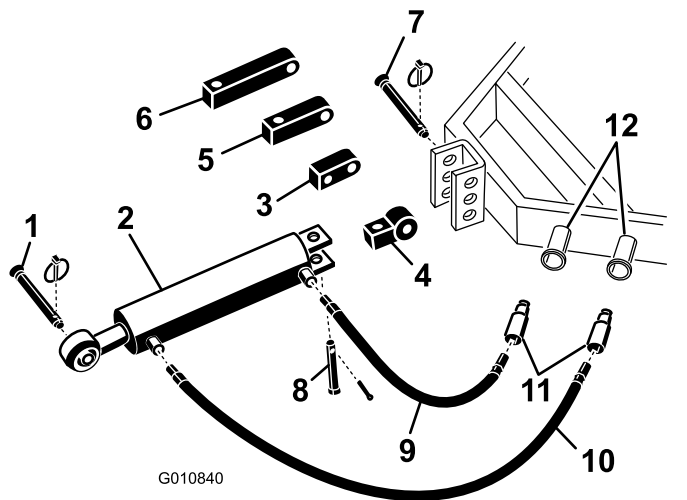

Bild 5
1. Befestigen Sie das Verbindungslenkerende des hydraulischen Oberlenkers mit den Stiften (wurden mit dem Traktor ausgeliefert) am Traktor (**Bild 5**). Drehen Sie den hydraulischen Oberlenker so, dass das Stangenende zum Aerifizierer zeigt. Die Zylinderanschlüsse sollten zur Hilfsaggregathydraulik am Traktor zeigen.
Hinweis: Wenn Sie den Hydraulikzylinder so positionieren müssen, dass die Anschlüsse nach oben zeigen, ändern Sie die Zylinderposition mit einem Drehblock statt des normalen Befestigungsblocks (**Bild 5**). Sie können auch ein 90-Grad-Hydraulikanschlussstück statt des Drehblocks verwenden (Befestigungen werden nicht mitgeliefert).
- A. Entfernen Sie den Splint und Stift, mit denen der Standardverbindungslenker am Zylinder befestigt ist (**Bild 5**). Nehmen Sie den Verbindungslenker vom Zylinder ab.
- B. Montieren Sie den Drehblock mit den vorher entfernten Stiften am Zylinder (**Bild 5**).
2. Schließen Sie den 106 cm langen Hydraulikschlauch an den Anschluss am hydraulischen Oberlenker an, der dem Aerifizierer am nächsten ist (**Bild 5**). Wickeln Sie Gewindeband um das Schlauchgewinde oder tragen Sie Gewindedichtmittel auf, um undichte Stellen zu vermeiden.
3. Schließen Sie den 76 cm langen Hydraulikschlauch an den Anschluss am hydraulischen Oberlenker an, der dem Traktor am nächsten ist (**Bild 5**). Wickeln Sie Gewindeband um das Schlauchgewinde oder tragen Sie Gewindedichtmittel auf, um undichte Stellen zu vermeiden.
Sie statt des normalen Befestigungsblocks einen Verlängerungsblock, um den Zylinder am Traktor zu befestigen (Bild 5).
- Entfernen Sie den Splint und Stift, mit denen der Standardverbindungslenker am Zylinder befestigt ist (Bild 5). Nehmen Sie den Verbindungslenker vom Zylinder ab.
- Montieren Sie den Verlängerungsblock mit der gewünschten Länge mit den vorher entfernten Stiften am Zylinder (Bild 5).